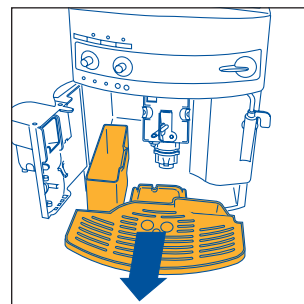

Fig. 16
NOTA 7 : la machine compte le nombre de cafés qu'elle fait. Tous les 14 cafés simples (ou 7 doubles), le voyant  s'allume fixe (chap. 12 point 3) pour avertir que le tiroir est plein de pastilles usées et qu'il faut le vider et le nettoyer. Tant que le tiroir n'est pas nettoyé, le voyant reste allumé et la machine ne peut pas faire de café. Pour effectuer le nettoyage, ouvrez le volet de service sur le devant en tirant la poignée (fig. 15) ; le voyant  commencera à clignoter (voir § 12 point 9) ; sortez l'égouttoir (fig. 16) videz-le et nettoyez-le. Videz et nettoyez soigneusement le tiroir à marc en éliminant tous les résidus déposés sur le fond. Essayez également les éventuelles gouttes de condensation déposées à l'intérieur de la machine sous l'égouttoir. **IMPORTANT: quand vous sortez l'égouttoir, VIDEZ TOUJOURS le tiroir à marc, même s'il n'est pas plein. Sans cela, il se peut qu'après, en faisant les cafés, le tiroir se remplisse plus que prévu et que la machine s'engorge de pastilles usées.**
- retirez l'égouttoir et le tiroir à marc (fig. 16) et lavez-les ;